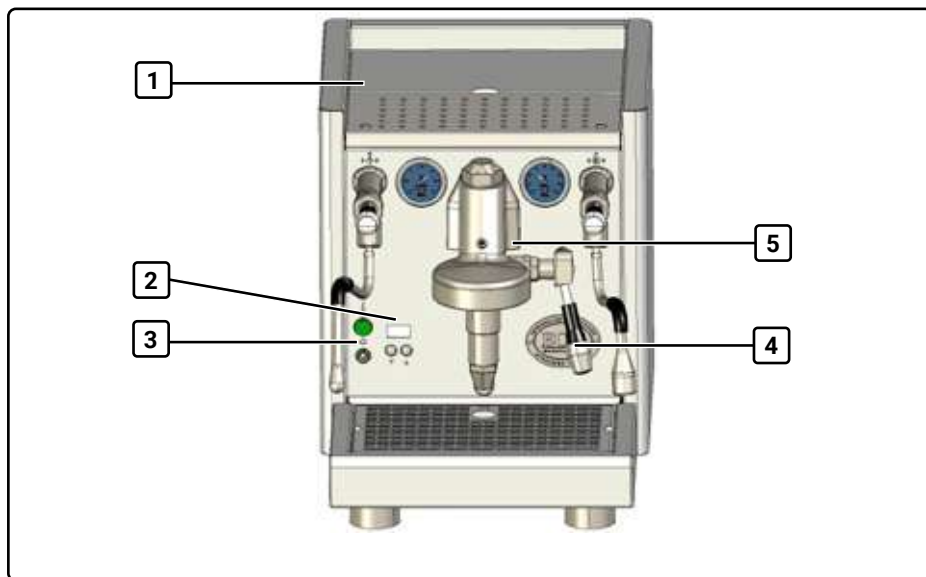

Fig. 8 Illustration de la face avant
1. Ouvrez la vanne du réservoir d'eau (1, Fig. 8), retirez le réservoir d'eau et nettoyez-le soigneusement (voir chapitre 11.5, « Nettoyage du réservoir d'eau »).
4. Mettez la machine en marche à l'aide de l'interrupteur marche/arrêt (3, Fig. 8).
1. Placez le récipient sous le groupe de percolation (5, Fig. 8). L'ouverture du récipient doit être au moins aussi grande que celle du groupe de percolation.
2. Amenez le levier de percolation (4, Fig. 8) en position de production (voir chapitre 5.2.3, « Leviers de commande »)
2. Mettez la machine en marche à l'aide de l'interrupteur marche/arrêt (3, Fig. 8).